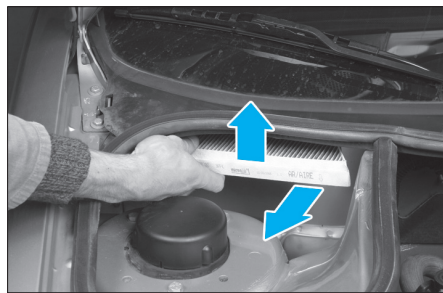

Fig. 1
- Déposer le filtre d'habitacle en le tirant vers l'avant (Fig.1).